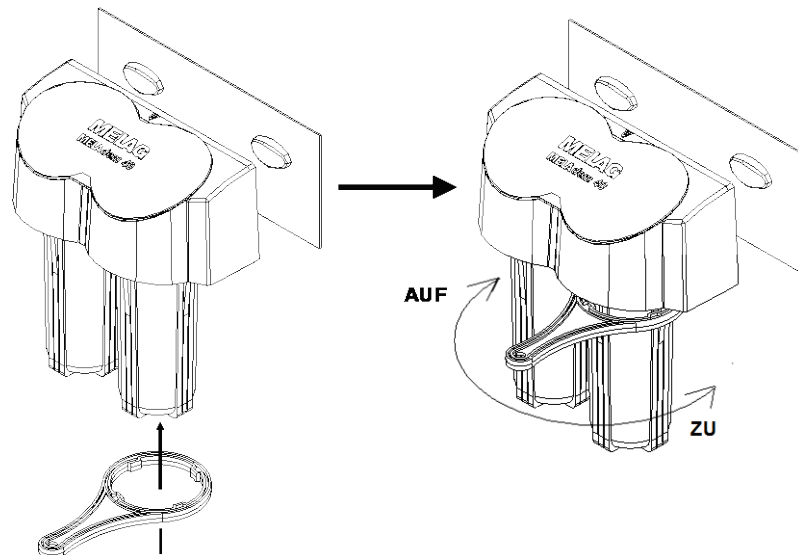

Abb. 10: Behälterschlüssel anwenden
- Mischbettharzpatrone durch Drehen des Behälterschlüssels im Uhrzeigersinn öffnen (siehe Abb. 10).